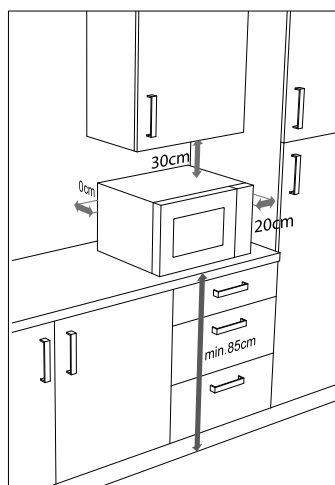

Fig. 3 : Distance entre les appareils
- ▶ Les distances illustrées dans la figure 3 doivent être respectées pour une ventilation suffisante. L'espaceur au dos de l'appareil doit toucher le mur. Il garantit la bonne distance lors de l'installation du four à micro-ondes.